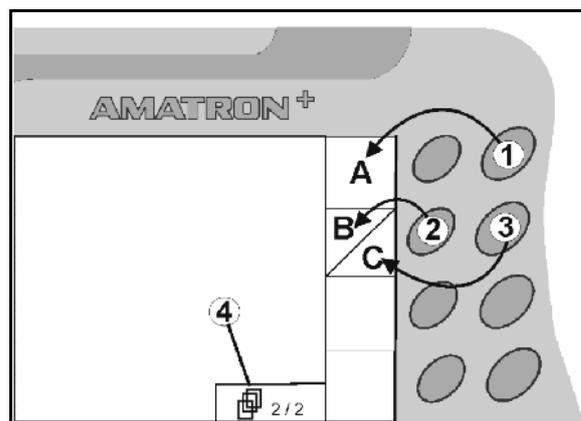

Fig. 7
- Hvis det bare vises kvadratiske felt på displayet, er det bare høyre tast (Fig. 7/1) som er tilordnet funksjonsfeltet (Fig. 7/A).
- er den venstre tasten (Fig. 7/2) tilordnet funksjonsfeltet oppe til venstre (Fig. 7/B).
- er den høyre tasten (Fig. 7/3) tilordnet funksjonsfeltet nede til høyre (Fig. 7/C).
<ul style="list-style-type: none"> • Bla i flere menysider (bare mulig når symbolet (Fig. 7/4) vises på displayet) • Programmeringsmeny for multifunksjonsspaken